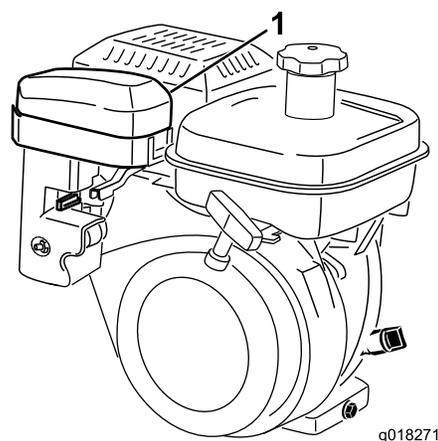
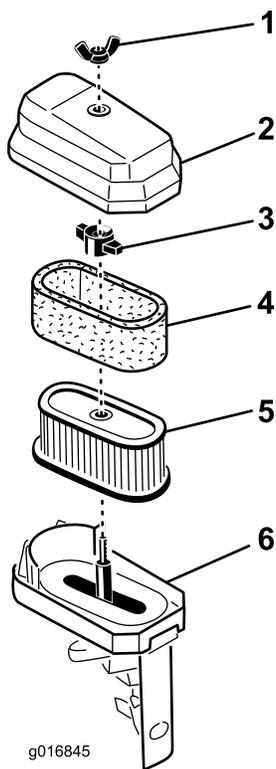

Figure 36
Figure 37
- Enlevez les écrous à oreilles qui fixent le couvercle du filtre à air et déposez le couvercle. Nettoyez soigneusement le couvercle (Figure 36 et Figure 37).
- Si l'élément en mousse est encrassé, sortez-le de l'élément en papier (Figure 37). Nettoyez-le soigneusement.